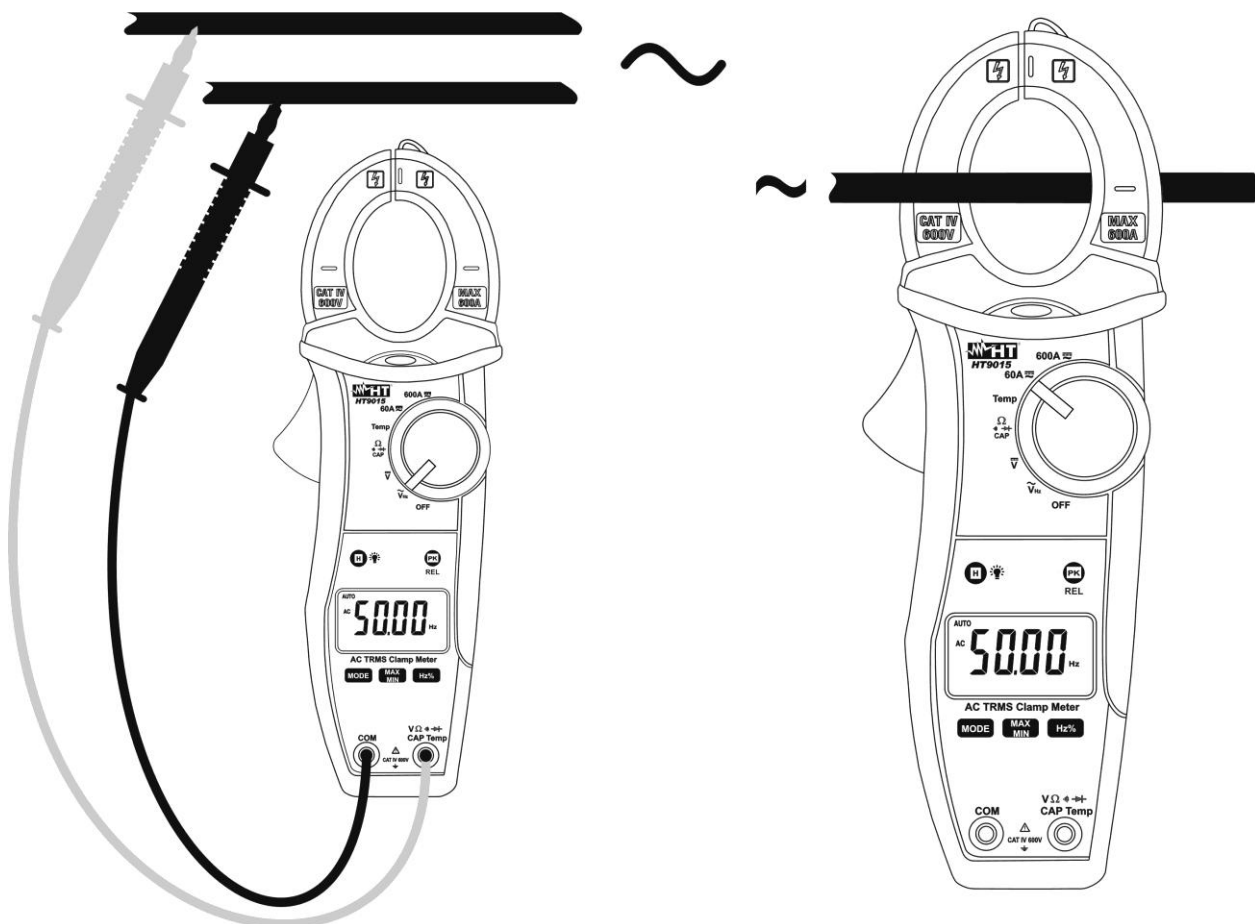

Fig. 11: Uso da pinça para medições de Frequências e *Duty Cycle*
3. Inserir o cabo vermelho no terminal de entrada $V\Omega\sim\rightarrow+CAPHz\%Temp$ e o cabo preto no terminal de entrada **COM** (Fig. 11 – parte esquerda) para a medição de frequências com ponteiros. Inserir a pinça no condutor (Fig. 11 – parte direita) para a medição de frequências com toróide. O valor da frequência (Hz) ou do *Duty Cycle* (%) é mostrado no display. Na medição de frequência e *Duty Cycle* a barra gráfica analógica fica desactivada